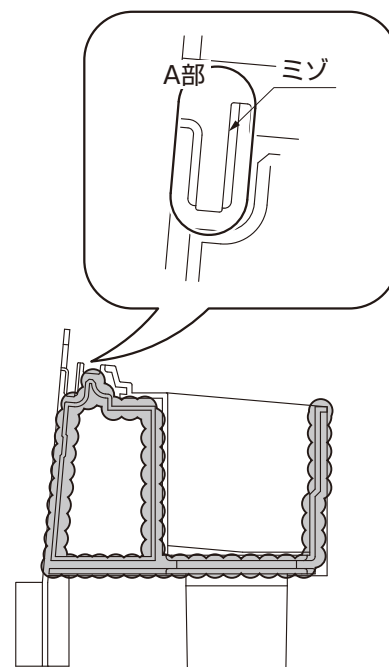

図1-11 ミゾ部シーリング詳細
- A部のミゾは、シーリングで埋めないようにしてください。（図1-11参照）